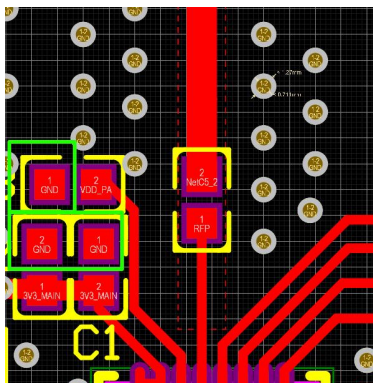

图 7-5
- RF 信号通路远离高频(数字)信号、用铺铜做屏蔽。 射频信号容易受高频信号和数字信号干扰，所以应尽量远离，无法远离时要做好屏蔽。下图 7-5/7-6 中心笔直走线为 RF 信号通路，信号通路和干扰源之间有铺铜屏蔽，且电容 GND 引脚皆远离 RF 就近打孔，这是优设计。